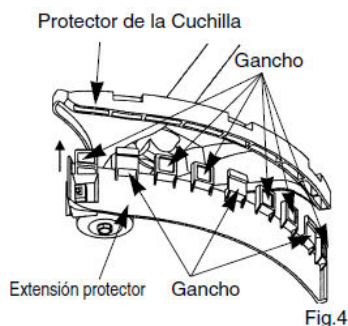
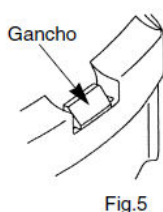

Fig.4
Fig.5
3. Coloque la extensión del protector en los agujeros como se muestra en la fig 4. Asegurándose que las pestañas Fig. 5 entran en la posición correcta.